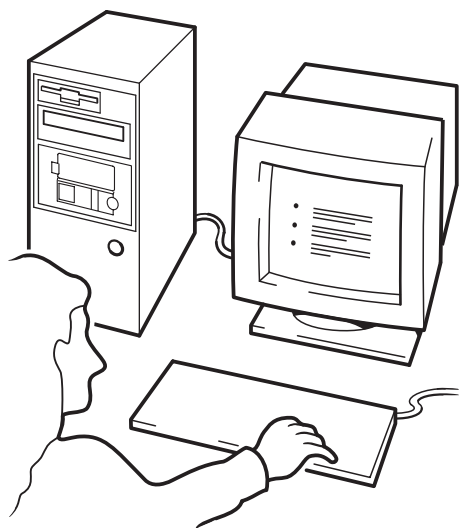

图 17c: hp obdr, 第 3 步
- 3 按照屏幕上显示的说明设置操作系统（请参见图 17c）。（屏幕上显示的说明将随备份软件变化。）通常，您可以接受对所有提示的缺省响应，例如只需按下 <Enter> 键。